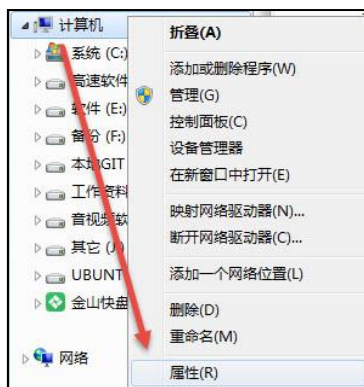

图 48-6 计算机属性页面
(1) 右键电脑系统的“计算机图标”，在弹出的菜单中选择“属性”，见图 48-6；